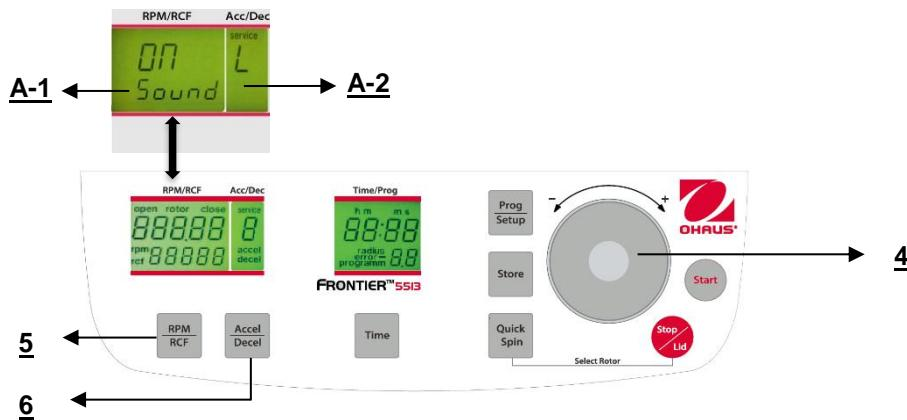

Figura. 30
Proceda como se describe en el punto 4.1.2 para ingresar en este modo de programa y luego presione el botón "Accel/Decel" (6). En la pantalla "Acc/Dec" (A-2) destella la palabra "Service". Ahora seleccione la letra "L" con el dial de ajuste (4). Como resultado, aparecen las palabras "On Sound" en la pantalla "RPM/RCF" (A-1). Si presiona el botón "RPM/RCF" (A-1) ahora, destella la palabra "On" y puede apagar el sonido con el dial de ajuste (4) (vea la Figura 30).